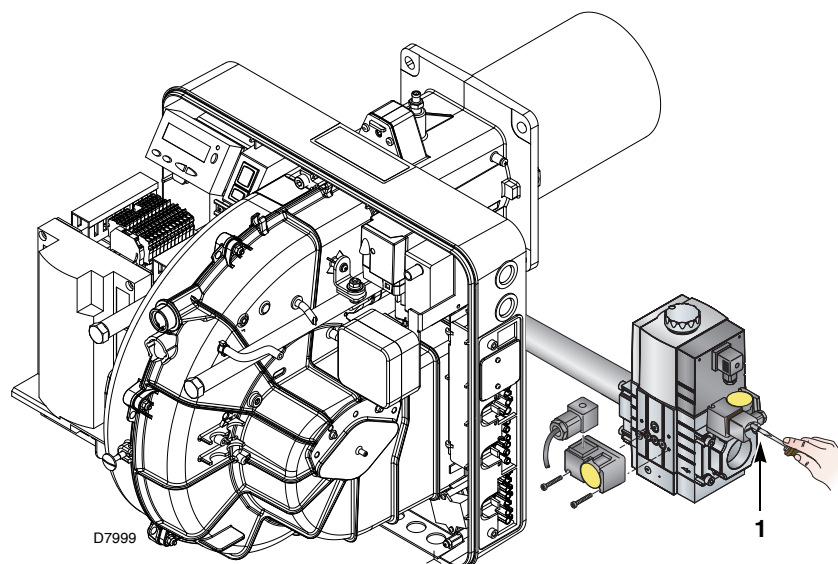

Fig. 31
- Controlar la presión de la alimentación de gas conectando un manómetro en la toma de presión 1)(Fig. 31) del presostato gas de mínima: debe ser inferior a la presión máxima permitida de la rampa de gas, que figura en la placa de características.
- Purgar el aire de la tubería de la rampa de gas conectando un tubo de plástico en la toma de presión 1)(Fig. 31) del presostato gas de mínima. Llevar hacia el exterior del edificio el tubo del purgado, hasta que se huela el gas.